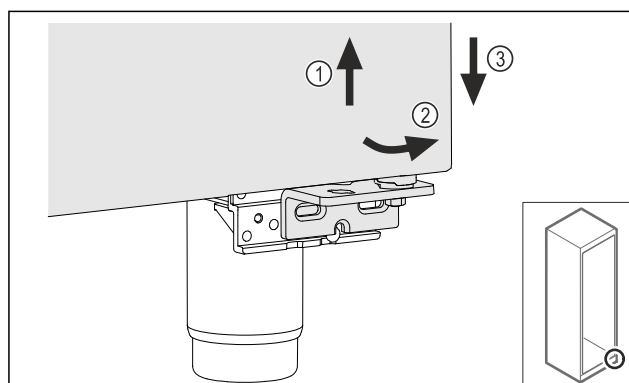

Fig. 26
- ▶ Lagano podignite vrata Fig. 26 (1), dolje ih nagnite prema naprijed Fig. 26 (2) i spustite Fig. 26 (3).